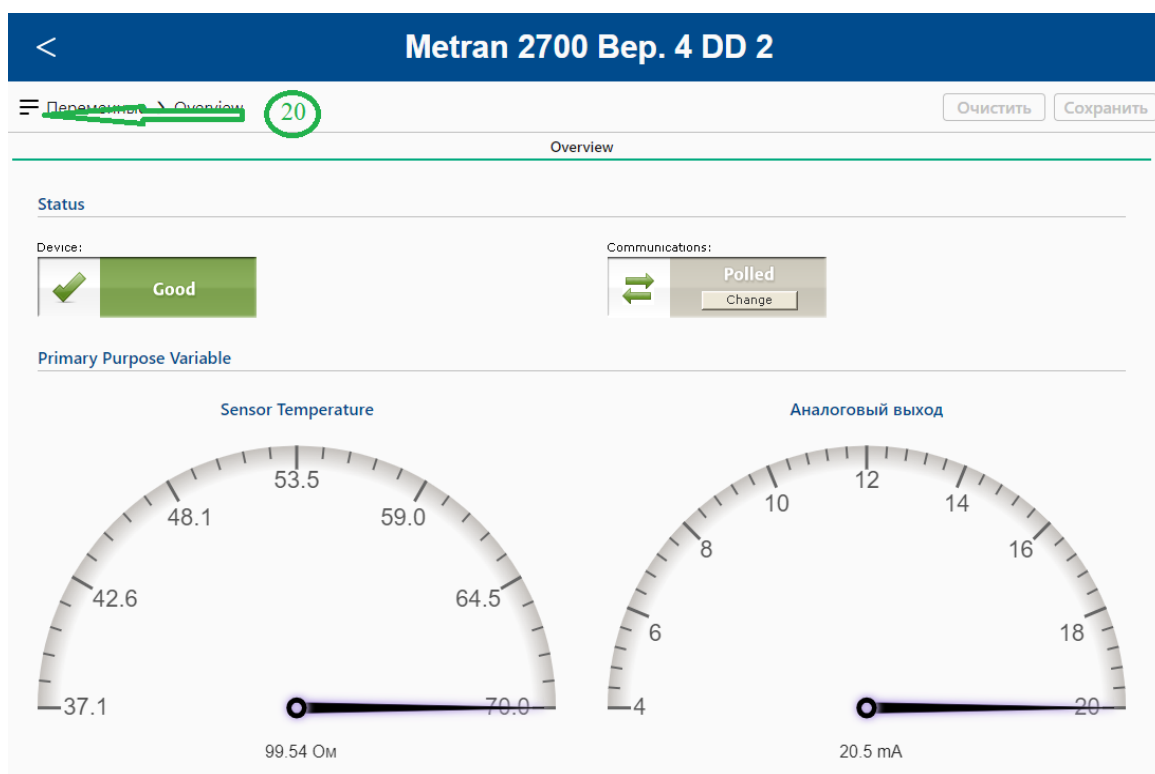

Рис. 27 Элементы конфигурационного окна
- Кнопка навигационного меню – 20 (рис. 27) (п. 3.9.20)